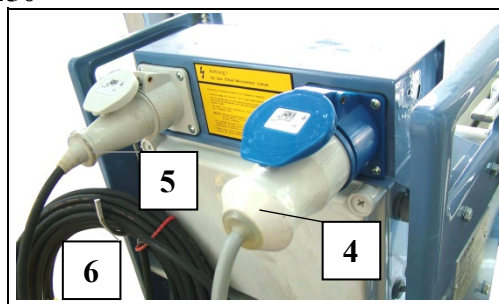

Fig. 32 Fișă ștecăr troliu
- Cablul rămas se rulează cu grijă și se atârnă în cârlig (Fig. 32 poz. 6). - altfel există pericol de accidentare rămânând agățat sau se poate deteriora cablul.
- Cablul (1) de la troliu de cablu se îndepărtează din ocheta cu resort (2).
- La doza de comandă se apasă tasta AB (jos). - se desfășoară suficient cablu, în același timp se tensionează cablul pentru ca întrerupătorul de cablu detensionat (3) să rămână în poziția de lucru.